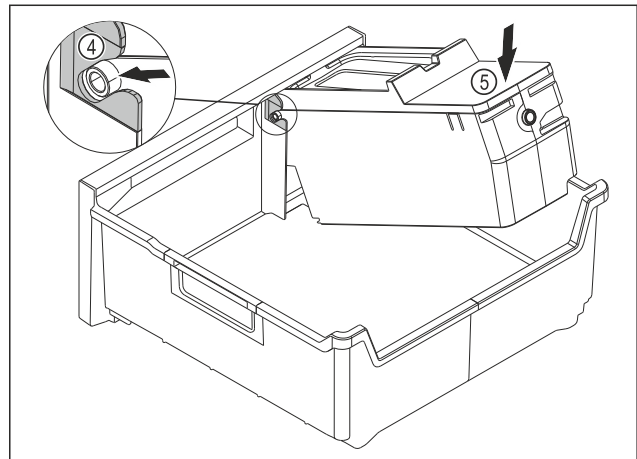

Fig. 169
- ▶ EasyTwist-Ice-Korpus montieren: Achsen des EasyTwist-Ice-Korpus in die Führungen Fig. 169 (4) einschieben.
- ▶ EasyTwist-Ice-Korpus Fig. 169 (5) hinten nach unten drücken.